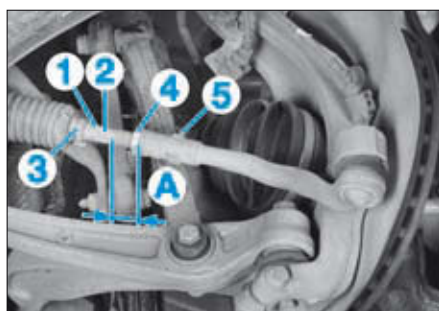

FIG. 1
Le parallélisme se règle par l'allongement ou le raccourcissement de la longueur des biellettes de direction (1) (Fig.1).
- Déposé le collier (3).
- Desserrer le contre-écrou (4) en effectuant un contre-serrage sur les méplats (5) de la rotule de direction.
- Tourner la biellette par l'empreinte hexagonale (2) pour allonger ou diminuer la longueur de la biellette.